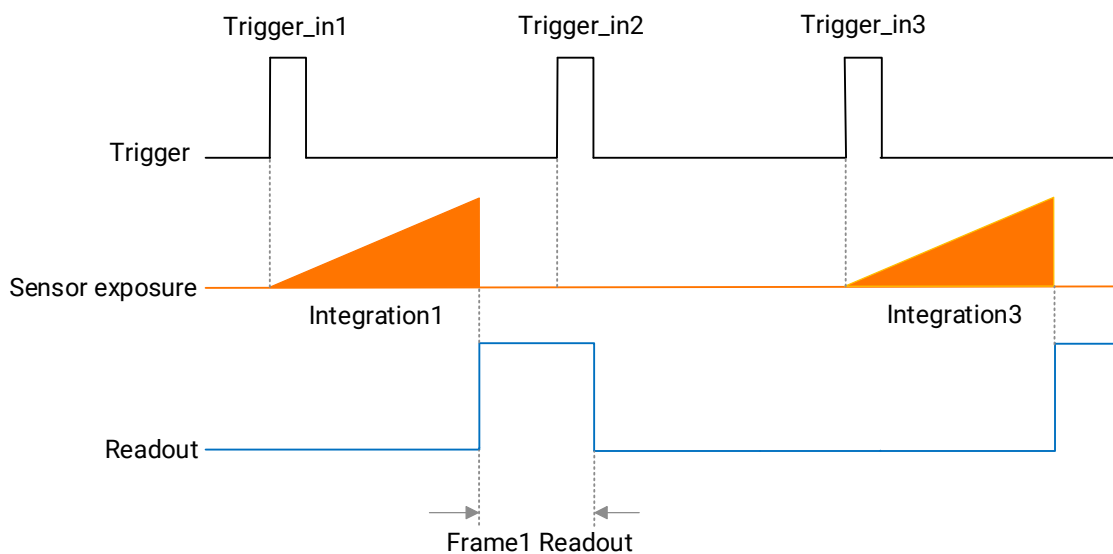

图6-15 第2帧被过滤时序
- 不启用触发缓存使能：第 2 个触发信号直接被过滤，不做处理，如图 6-15 所示；